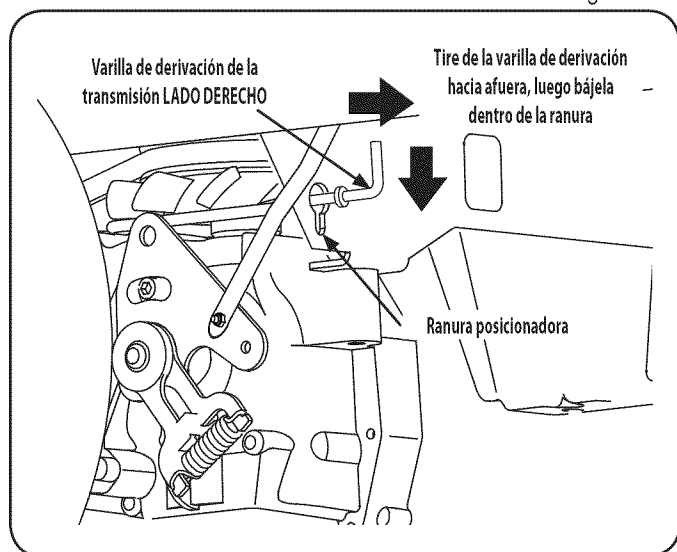

Figura 1
1. Ubique las dos varillas de derivaci on de transmisi on, justo delante de los dos neum aticos traseros. Consulte la Figura 1.